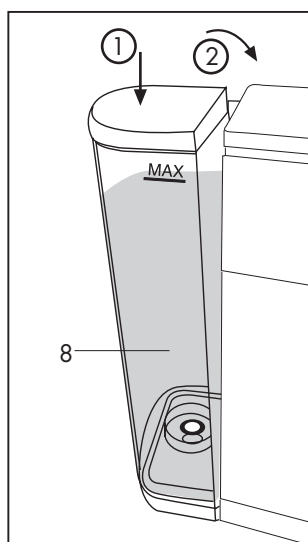

Fig. 3
- Fermer le couvercle et réintroduire le réservoir en l'inclinant légèrement et le poser sur la vanne de l'eau. Presser sur la partie supérieure de la machine jusqu'au déclic. Afin d'éviter les sorties d'eau, contrôler que le réservoir est fixé (**Fig.3**)